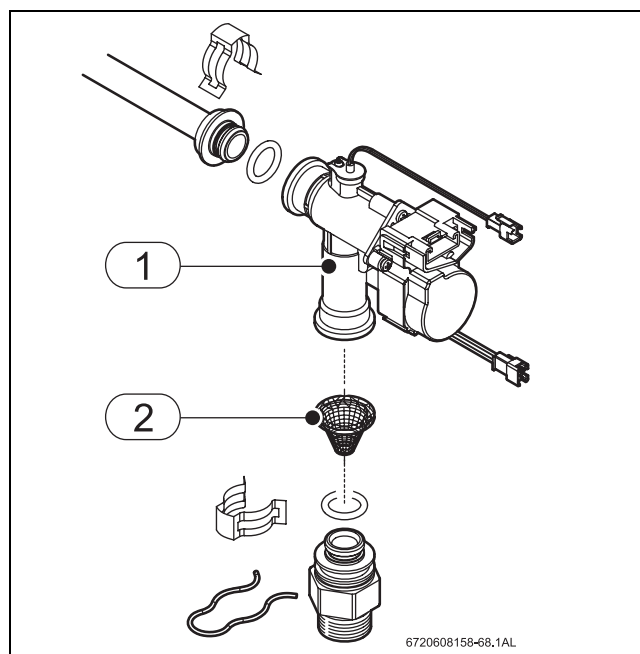

Fig. 48
- ▶ Smontare l'elettrovalvola presso il circuito d'ingresso acqua (Fig. 48).